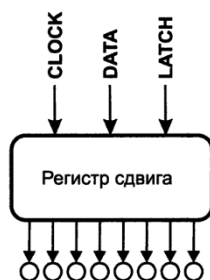

Рисунок 6.1 – Схема сдвигового регистра
Сдвиговый регистр – это устройство, которое принимает поток последовательных битов и одновременно выводит их значения на параллельных контактах ввода-вывода. Регистры сдвига часто применяются для управления большим количеством светодиодов, например, семисегментными индикаторами или светодиодными матрицами. Прежде чем обсуждать взаимодействие сдвиговых регистров с Arduino, посмотрим на рис. 6.1, где изображены входы и выходы регистра сдвига. Далее будет показано, как состояние входов влияет на выходы.
- SER – это вход данных (DATA на рис. 6.1). По этому входу передаются 8 последовательных битов данных для установки значений на параллельных выходах;
- SRCLK – это тактовый вход (CLOCK на рис. 6.1). При подаче импульса высокого напряжения high на этот вход происходит считывание одного бита данных с входа DATA в сдвиговый регистр. Для получения всех 8 битов данных необходимо подать 8 импульсов на этот контакт;
- RCLK – это вход (LATCH на рис. 6.1) называется также защелкой и служит для одновременного вывода последовательных данных на параллельные выходы.